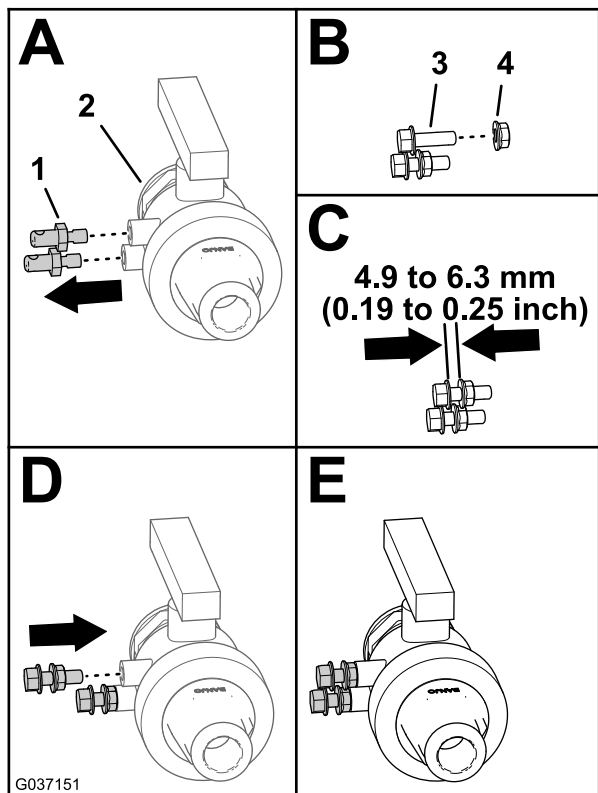

図 15
- 図 15のBとCに示すように、フランジヘッドボルト5/16 x 1 インチ2本にフランジナット5/16 インチを取り付ける。